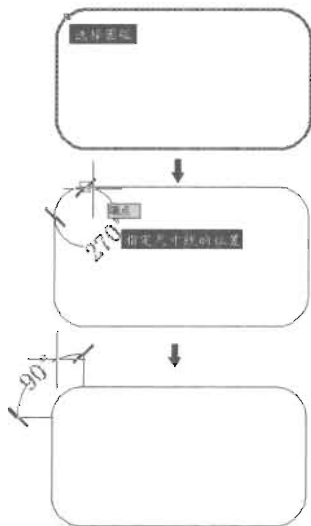

图 10-60
(2) 单击“标注”工具栏中的“角度”按钮 ，然后根据命令提示进行操作，标注效果如图 10-60 所示，命令执行过程如下。